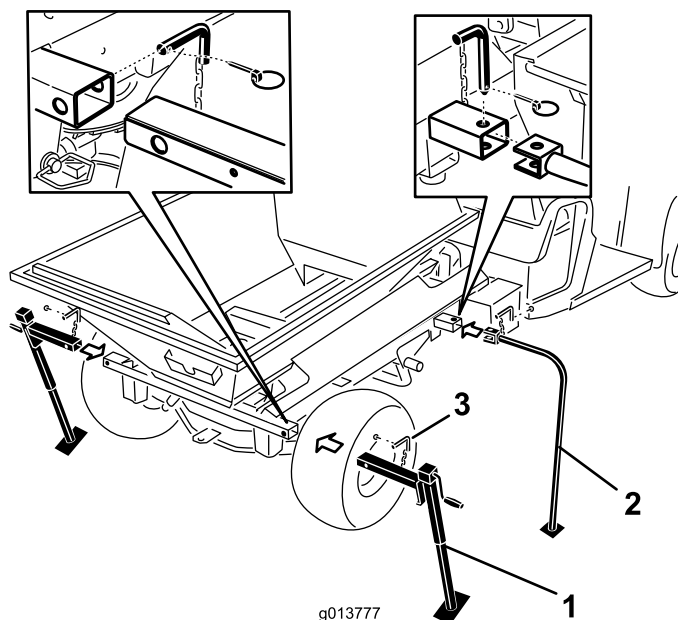

Figura 52
7. Introduzca las patas de almacenamiento delanteras y los gatos traseros en los tubos de la máquina y sujételos con los pasadores de bloqueo (Figura 52).